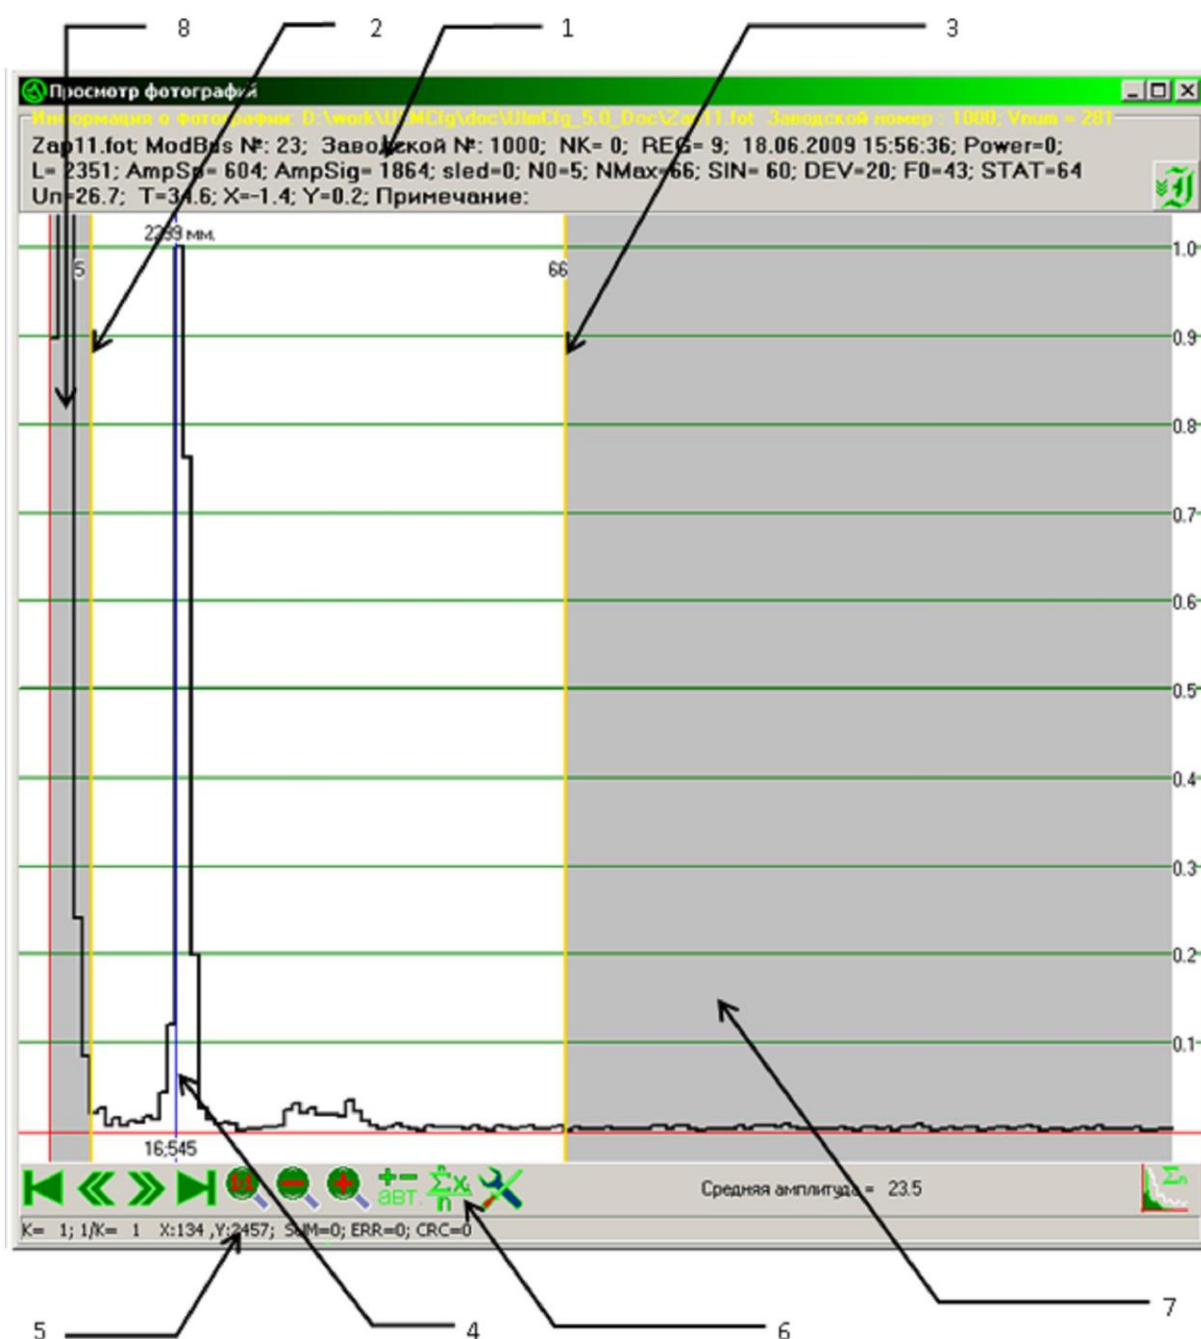

Рис.12. Пример окна просмотра фотографий. Расширенный спектр.
разных типов фотографий приведены на рис.12 - рис.15. Для удобства печати цвета элементов графика изменены – флажок в поле «Смена цветов» в окне рис.15.
- Автомасштабирование расширенного спектра. Кнопка имеет два состояния, по умолчанию - нажата. Когда нажата, каждая просматриваемая фотография масштабируется по вертикали во всю координатную сетку так, чтобы максимальный отсчёт спектра находящийся между линиями границ окна автомасштабирования, (см. рис.12) совпал с верхней горизонтальной линией координатной сетки. Если не нажата, то все фотографии будут просматриваться в одном масштабе.
На рис.12 показан пример фотографии расширенного спектра. Расширенный спектр получается в результате цифровой обработки отражённого сигнала. По горизонтальной оси откладывается расстояние от датчика, по вертикальной – амплитуда отражённого сигнала на соответствующей дальности. Шаг по горизонтали – ширина одного спектрального коэффициента составляет 14-15см. в зависимости от настроек конкретного датчика.
Визуально по спектру можно оценить качество отражённого сигнала. На рис.12 видно, что полезный сигнал – сильный, он значительно превосходит шумы. Кроме того, видно, что спектр в области полезного сигнала «собранный» - максимальные амплитуды сосредоточены в области двух коэффициентов (16-й, 17-й), при таком сигнале датчик точно измерит расстояние до отражающей поверхности. Трудности измерения возникают, когда полезный сигнал теряется в шумах и/или «рассыпается» по спектру.